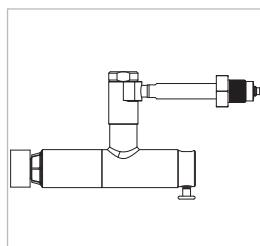

Abbildung 7
- ▶ Lassen Sie den Ventilknopf (Pos. 4) los. Der Adapter zieht sich selbstständig an den Prüfling an und stellt eine druckdichte Verbindung her (Abbildung 7).